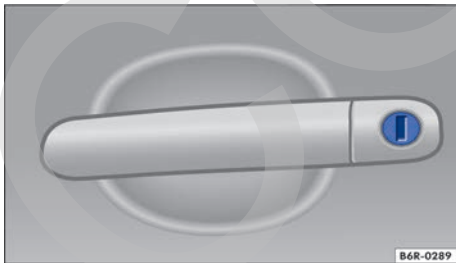

Fig. 129 Manilla de la puerta del conductor con bombín de cierre.
- Introducir la varilla de la llave en el bombín de cierre y destrabar o trabar el vehículo → fig. 129.